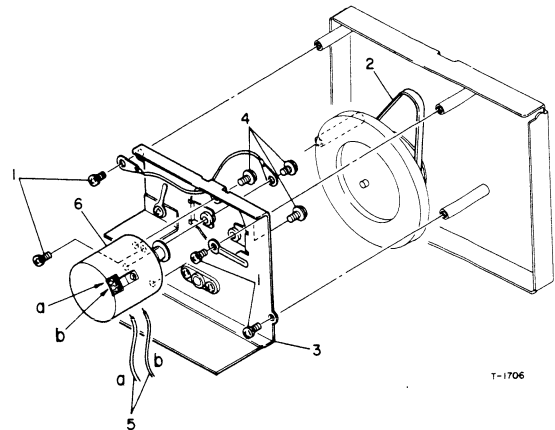

Fig. 4-8 Motor
3. Fig. 4-8, 1-thru-3.
4. Fig. 4-8, 1-thru-3.